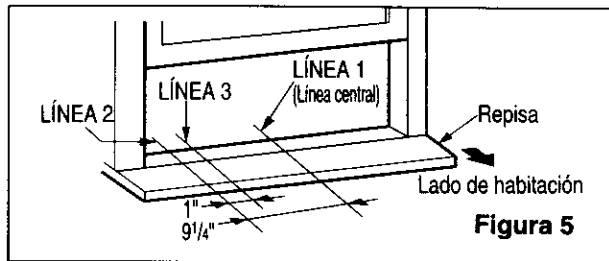

Figura 5
- Abra la ventana y marque la LÍNEA 1 en el centro de la repisa de la ventana. Seguidamente mida 9 1/4 de pulgada a la izquierda del centro (LÍNEA 1) y márkela como LÍNEA 2, haga otra marca (LÍNEA 3) una pulgada a la derecha de la LÍNEA 2, estas marcas y medidas se hacen estando usted de frente a la ventana en el interior de la habitación, como se muestra en la Figura 5.
- Monte el perno de nivelación (TIPO B) y dos tuercas de seguridad (TIPO C) en el soporte de antepecho (TIPO A), como se muestra en la Figura 5. Apriete el perno y las tuercas únicamente a mano, puesto que más adelante puede ser necesario hacer otros ajustes.